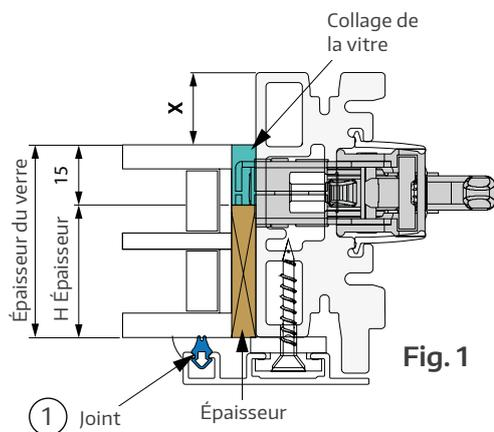

Fig. 1
- ① Montez le joint sur le profil en aluminium (voir la fig. 1).
- ② Insérez la vitre.
- ③ Préparez les cales (S : 3 - 6 mm, H : épaisseur du verre -15 mm).
- ④ Partie inférieure **A** : Placez 2 cales (S : 3 mm) sur la plaque de verrouillage des galets.
- ⑤ Côté serrure **B** : Placez au moins 3 cales (S : 6 mm). Placez d'autres cales si nécessaire et poussez la vitre pour qu'elle soit à angle droit entre **A** et **B**.
- ⑥ Insérez des cales supplémentaires en haut **C** et sur le côté central **D**. La taille des cales dépend de la distance entre la vitre et le profil en fibre de verre.